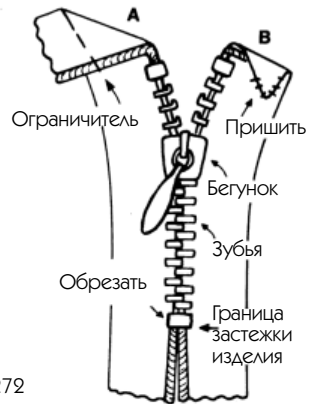

Рис. 272
1. На рис. 272 показано, что конец каждой тесьмы молнии загнут вперед, пока что в первый раз (выполнение А). Срежьте излишек тесьмы, как показано.
— Следовательно, концы обеих половинок молнии нужно сначала загнуть, как показано на рис. 272. Перейдите к этому разделу.
2. Концы тесьмы загибаются, как показано на рис. 272.
1. Загните концы тесьмы молнии, как объяснялось на рис. 272 (см. «Подготовка застежки-молнии»).
4. Подготовьте 4 конца тесьмы молнии, как показано на рис. 272.
3. Загните концы тесьмы и закрепите их, как показано на рис. 272.